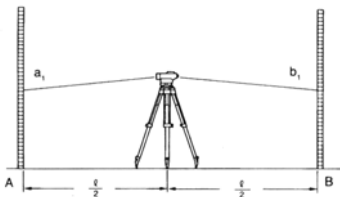

Fig. 6.5
- 1) Coloque el instrumento entre los puntos A y B. Tome las lecturas a_1 y b_1 . (Fig. 6.5)